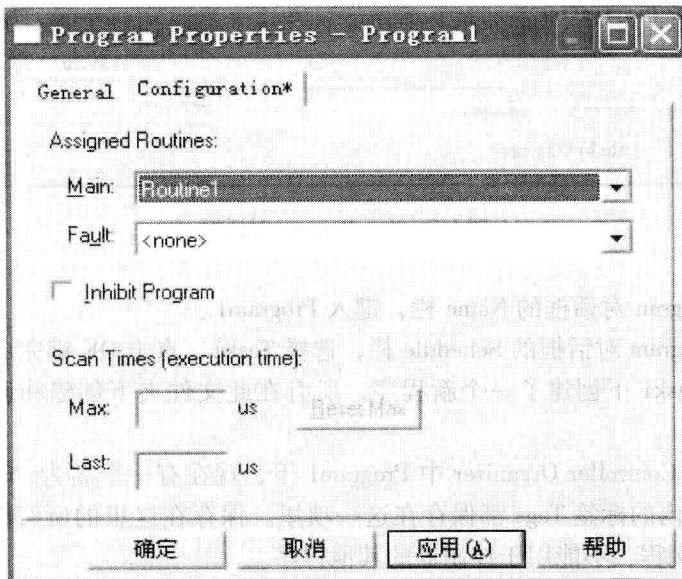

图 1-7 Program Properties 对话框
5) 在 Controller Organizer 中, 用鼠标右键点击 Program1 图标, 在弹出的选项框中选择 Properties, 将出现 Program Properties 对话框, 如图 1-7 所示。